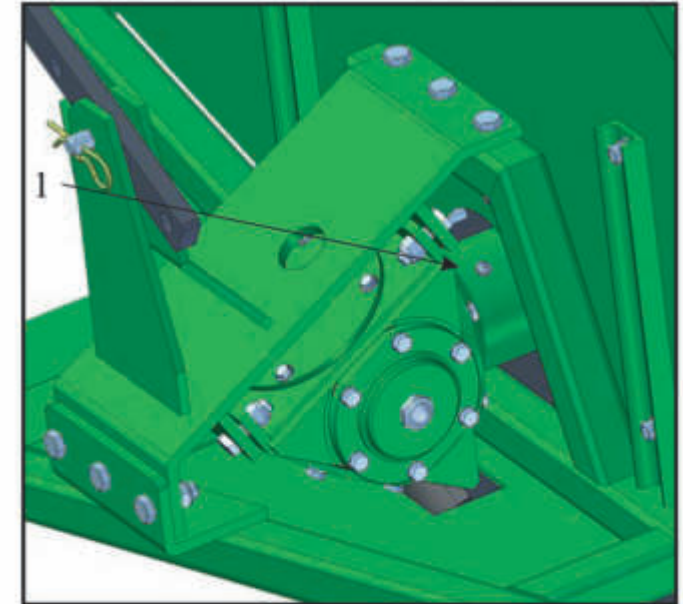

Fig.32
5. Ingrassare gli organi rotanti posti nel supporto del disco mediante gli appositi ingrassatori (n°1 di fig. 32) utilizzando un grasso dalle caratteristiche specificate nel par.7.4.
5. Grease the rotating parts located in the disk supports, using the specific grease guns (no. 1 in fig. 32) using grease that has the characteristics specified in par. 7.4.
5. Die sich drehenden Maschinenteile in der Halterung der Scheibe mit den entsprechenden Schmiernippeln einfetten (Nr. 1 Abb. 32) dazu ein Schmierfett mit spezifischen Eigenschaften verwenden, siehe Abs. 7.4.
5. Ingrassare gli organi rotanti posti nel supporto del disco mediante gli appositi ingrassatori (**n°1 di fig. 32**) utilizzando un grasso dalle caratteristiche specificate nel **par.7.4**.
5. Grease the rotating parts located in the disk supports, using the specific grease guns (**no. 1 in fig. 32**) using grease that has the characteristics specified in **par. 7.4**.
5. Die sich drehenden Maschinenteile in der Halterung der Scheibe mit den entsprechenden Schmiernippeln einfetten (**Nr. 1 Abb. 32**), dazu ein Schmierfett mit spezifischen Eigenschaften verwenden, siehe **Abs. 7.4**.